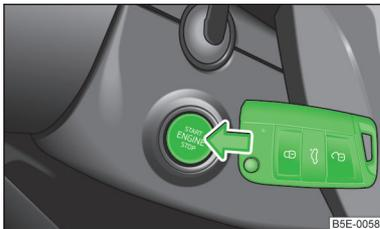

Abb. 119
- › Den Starterknopf  » Abb. 119 drücken und danach den Schlüssel an den Starterknopf halten.
Beim Motornotstart muss der Schlüssel mit dem Schlüsselbart zum Starterknopf zeigen  » Abb. 119.